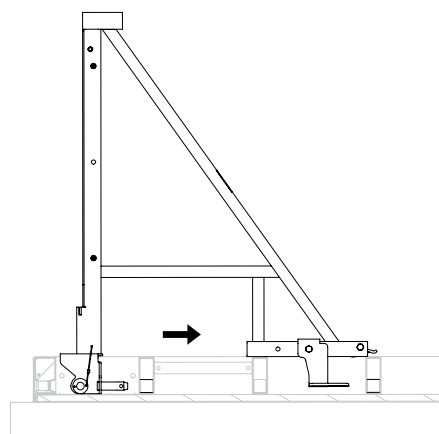

Fig. A3.02
3. Introduire la console MXK, avec les têtes de raccordement supérieure et inférieure (1.3/1.1), dans les trous de raccordement des entretoises perforées. (Fig. A3.02)